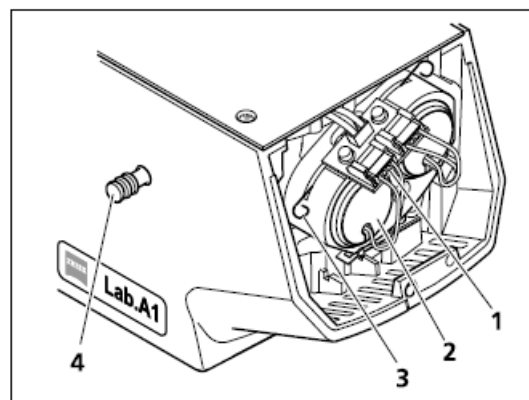

图. 3-24 取出 LED 模块
- I 使用推拉杆(图 3-24/4)来转动模块使其处于中心位置(使用位置)
- I 将要更换的 LED 模块(图 3-24/2)的连接线(图 3-24/1)从连接的接口处拔下,向上掰开灯泡卡位弹簧夹(图 3-24/3),将需要更换的 LED 模块(图 3-24/2)取出